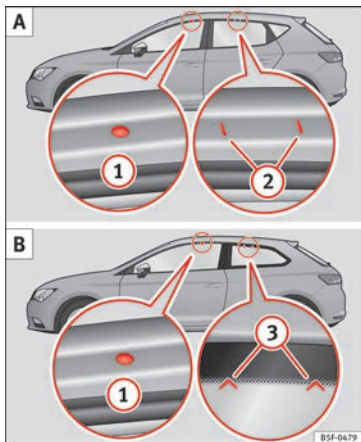

Fig. 138 Leon/Leon SC: pontos de fixação das barras longitudinais para o porta-bagagens de tejadilho.
Os pontos de fixação dianteiros e traseiros ① e ② só se podem ver com as portas abertas » **Fig. 138 A.**
Os pontos de fixação dianteiros ① só podem ver-se com as portas abertas. Os pontos de fixação traseiros ③ estão marcados no rebordo superior do vidro lateral com pontas de seta » **Fig. 138 B.**